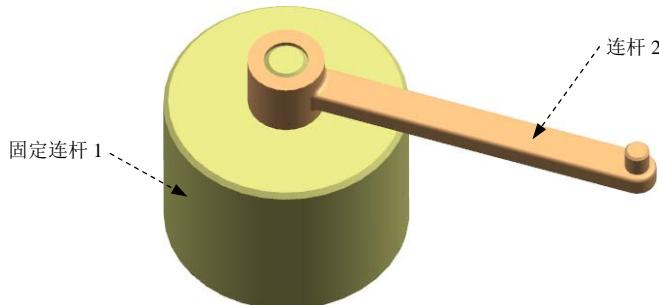

图 9.3.1 机构模型
下面举例说明定义标量扭矩的一般操作过程。在图 9.3.1 所示的机构模型中，通过施加在旋转副上的扭矩驱动连杆的旋转，并分析连杆的速度曲线。
Step5. 定义固定连杆 1。选择下拉菜单  →  命令，系统弹出“连杆”对话框；选取图 9.3.1 所示的底座为固定连杆 1；在 **质量属性选项** 下拉列表中选择 **自动** 选项；在 **设置** 区域中选中  **固定连杆** 复选框；在 **名称** 文本框中采用默认的连杆名称“L001”；单击  按钮，完成固定连杆 1 的定义。
Step6. 定义连杆 2。选取图 9.3.1 所示的零件为连杆 2；在 **质量属性选项** 下拉列表中选择 **自动** 选项；在 **设置** 区域中取消选中  **固定连杆** 复选框；在 **名称** 文本框中采用默认的连杆名称“L002”；单击  按钮，完成连杆 2 的定义。